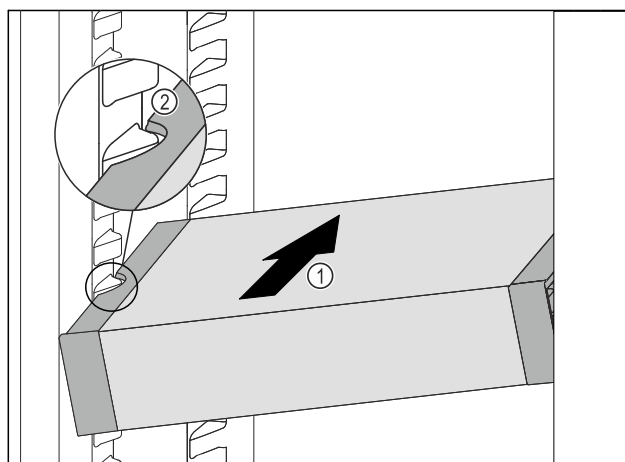

Fig. 173
- Futni pjerrtas VarioSafe në pjesën e ftohjes Fig. 173 (1), derisa foletë anësore Fig. 173 (2) të VarioSafe të jenë në lartësinë e brinjëve të kutisë në pjesën e ftohjes.